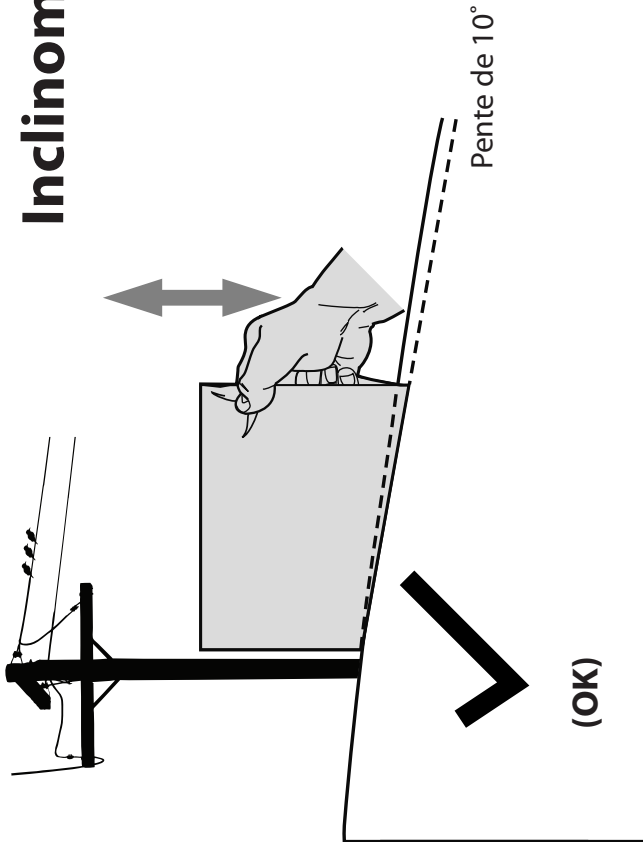
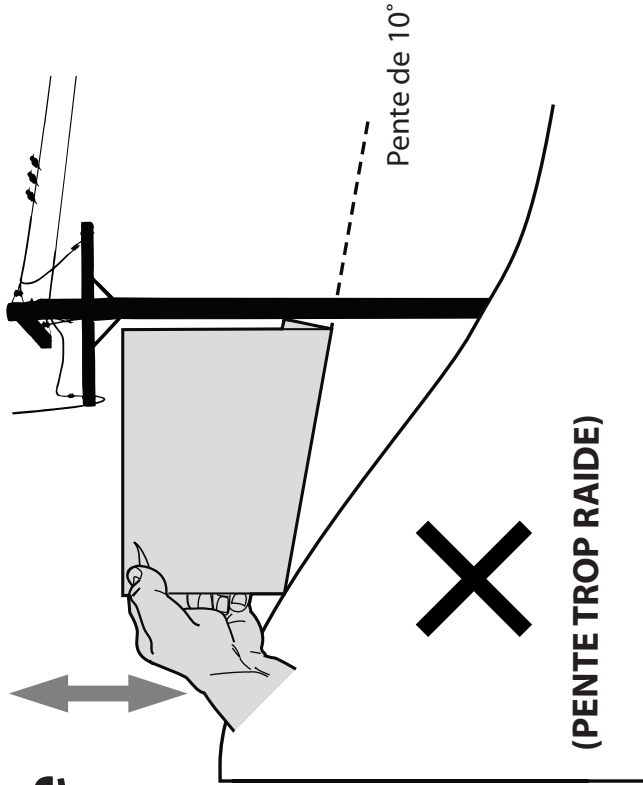

Figure 1
Figure 2
3. Alignez un côté de l'inclinomètre avec l'objet (consultez les figures 1 et 2).
4. Réglez l'inclinomètre vers le haut ou vers le bas jusqu'à ce que le coin gauche touche la pente (voir Figure 1 et Figure 2).